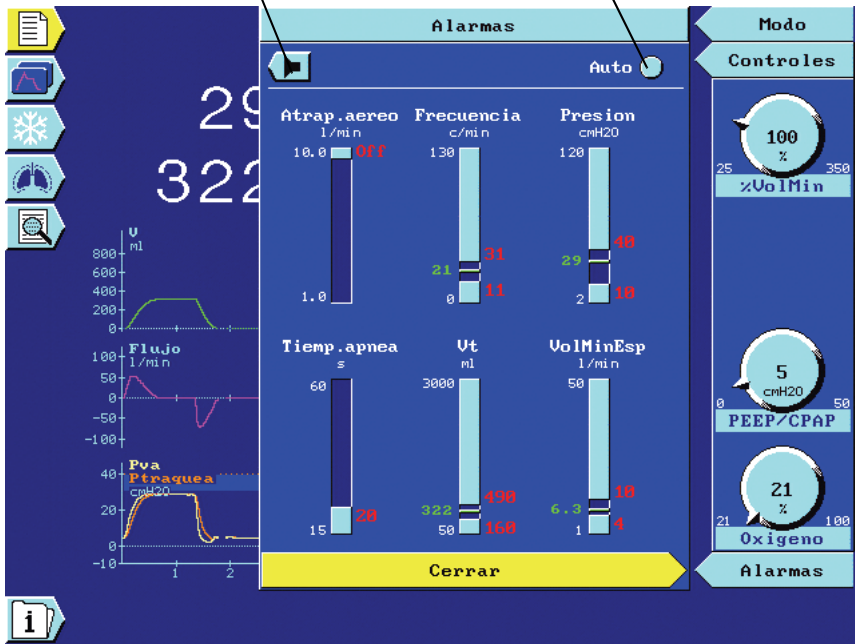

Figura 4-7. Ventana Alarmas
1. Abra la ventana **Alarmas** (Figura 4-7).